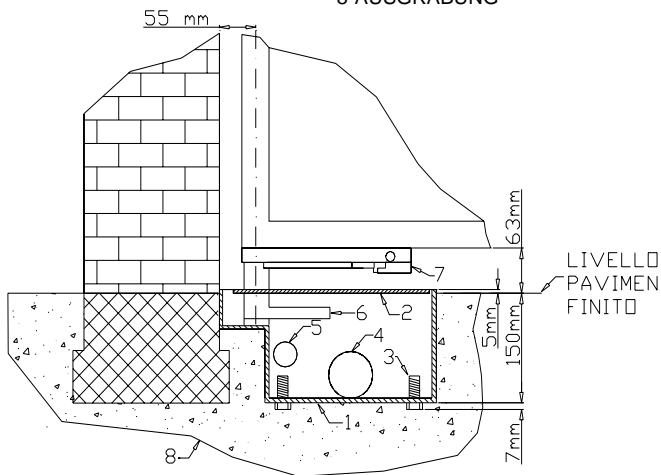

fig.10
- 3) Eseguire lo scavo sulla base delle misure riportate in fig 10.
- 4) Collocare la cassa di fondazione all'interno dello scavo in modo che il perno saldato alla cassa sia in asse con il cardine superiore del cancello (fig 10).
- 5) Inserire due tubi per il drenaggio dell'acqua utilizzando i fori praticati sulla cassa (part.4 di fig 10 e part.11 di fig 17).
- 6) Inserire una guaina spiralata per il passaggio dei cavi motore usando il foro sulla cassa (part.5 di fig 10 e part.10 di fig 17).
- 10) Saldare l'anta al gruppo (part.7 di fig 10).
- 3) Die Ausgrabung auf der Basis der in Abb.10 angegebenen Maße ausführen.
- 4) Den Fundamentkasten so in der Ausgrabung anordnen, dass der an den Kasten geschweisste Zapfen mit dem oberen Angelzapfen des Tors rechtwinklig ist (Abb. 10).
- 5) Zwei Rohre für die Drainage des Wassers einfügen, dazu die Löcher im Fundamentkasten benutzen (Detail 4 in Abb.10 und Detail 11 in Abb.17).
- 6) Einen spiralenförmigen Mantel für den Durchgang der Motorkabel einfügen, dazu das Loch im Fundamentkasten benutzen (Detail 5 in Abb. 10 und Detail 10 in Abb.17).
- 10) Den Flügel an die Gruppe schweißen (Detail 7 in Abb.10).
- 3) Excavate according to the measurements given in fig. 10.
- 4) Place the foundation box in the hole excavated so the pin welded to the box is on the same axis as the gate's top hinge (fig. 10).
- 5) Insert the tubes for draining the water, using the holes on the box (item 4 of fig. 10 and item 11 of fig17).
- 6) Insert a spiralled sheath for passing the motor's cables, using the hole on the box (item 5 of fig.10 and item 10 of fig.17).
- 10) Weld the gate to the unit (item 7 of fig. 10).
- 3) Creuser le trou sur la base des mesures données dans la fig. 10.
- 4) Placer la caisse de fondation dans le trou de manière que le pivot soudé à la caisse soit dans l'axe du gond supérieur du portail (fig. 10).
- 5) Introduire deux tuyaux pour le drainage de l'eau en utilisant les trous pratiqués sur la caisse (pos. 4 fig. 10 et pos.11 fig.17).
- 6) Introduire une gaine spiralée pour le passage des câbles moteur en utilisant le trou présent sur la caisse (pos. 5 - fig. 10 et pos.10 -fig.17).
- 10) Souder le battant au groupe (pos. 7 - fig. 10).
- 3) Realice la excavación sobre la base de las medidas indicadas en la fig 10.
- 4) Coloque la caja de fundación en el interior de la excavación, de manera que el perno soldado a la caja quede en eje con el gozne superior de la puerta (fig 10).
- 5) Introduzca los tubos para el drenaje del agua utilizando los agujeros efectuados en la caja (det.4 de fig 10 y det.11 de fig.17).
- 6) Introduzca una vaina en espiral para pasar los cables del motor usando el agujero de la caja (det.5 de fig 10 y det.10 de fig.17).
- 10) Suelde la hoja al grupo (det.7 de fig 10).
I Dopo avere posizionato la cassa di fondazione rispettando le misure indicate nella fig. 10 assemblare tutti i componenti:
D Nachdem der Fundamentkasten unter Beachtung der in Abb. 10 angegebenen Maße positioniert worden ist, alle Teile zusammenbauen:
GB After having positioned the foundation box, observing the measurements given in Fig. 10, assemble all the components:
F Après avoir positionné la caisse de fondation en respectant les mesures indiquées dans la fig. 10, assembler tous les composants:
E Tras haber instalado la caja de fundación, respetando las medidas indicadas en la fig. 10, ensamble todos los componentes: